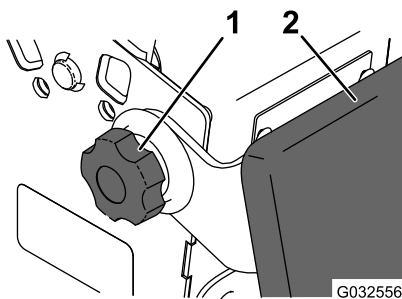

Figure 33
2. Desserrez les boutons rotatifs de chaque côté de la machine (Figure 33).